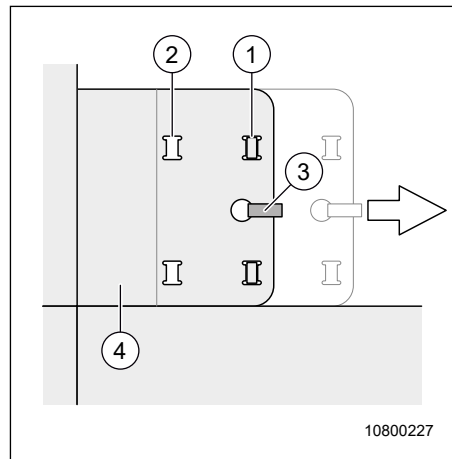

Fig. 62 Transformation de la position assise confortable
2. Ouvrir la fermeture à scratch (Fig. 62, pos. 3).
3. Soulever légèrement le couvercle du caisson (Fig. 62, pos. 4) devant et le sortir prudemment.
4. Placer le couvercle du caisson sur le caisson au niveau des évidements (Fig. 62, pos. 2).